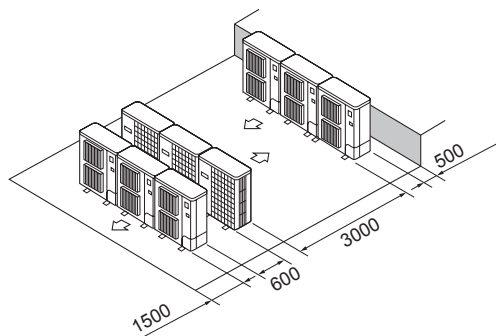

Fig. 2-17
- ⑥ Paralelní rozmístění více jednotek (Fig. 2-17)